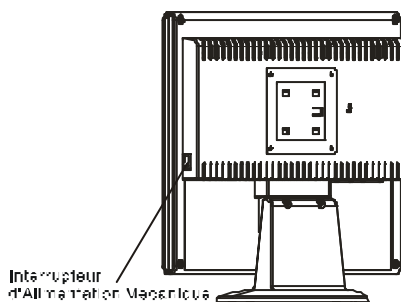

Figure 1-4
1. Mettez l'interrupteur d'alimentation mécanique du moniteur LCD, situé au dos du moniteur, sur la position marche. (Voir Fig. 1-4)